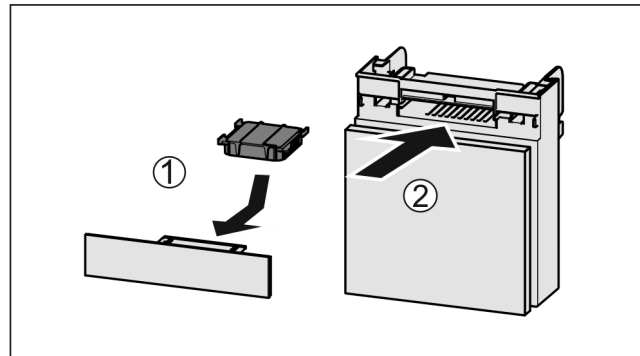

Fig. 124
- ▶ Поставете Fig. 124 (1) филтъра с активен въглен, както е показано на фигурата.
- ▶ Вкарайте Fig. 124 (2) отделениято.